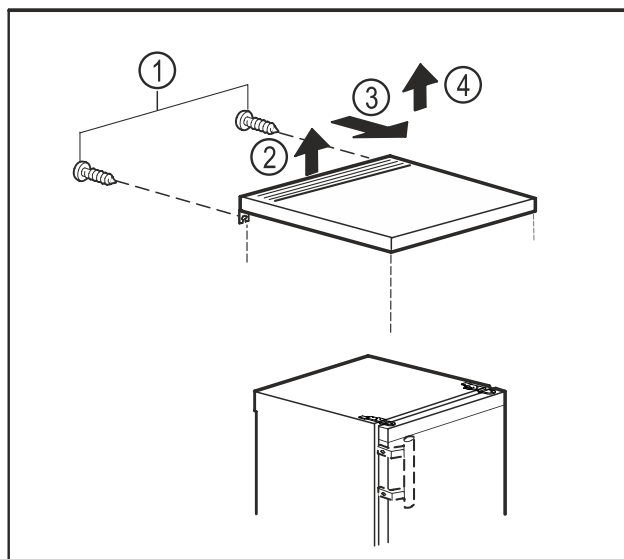

Fig. 10
- Odstranite vijake na zadnji strani. Fig. 10 (1)
- Od zadaj dvignite mizno ploščo. Fig. 10 (2)
- Mizno ploščo potisnite naprej. Fig. 10 (3)
- Mizno ploščo odstranite navzgor. Fig. 10 (4)